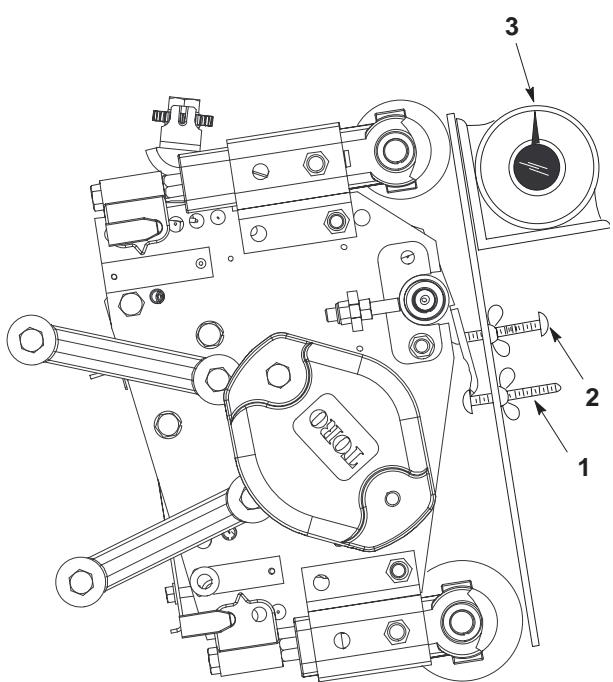

図14
3. 前後のローラにゲージバーを渡しかける。この時、ゲージバーを前後のローラにぴったり接触させた状態で、第1のネジがベッドナイフにぴったり掛かるようにする(図14)。
5. ゲージバーに傾斜計(P/N 99-3503)を当てて角度を測る(図14)。